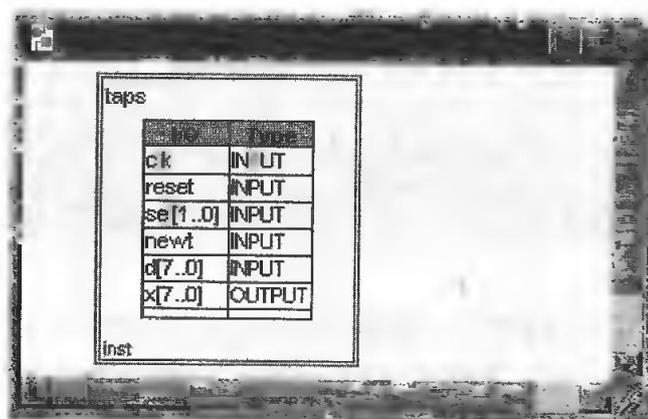

Рис. 3.13
13. Во всплывающем меню выберите команду **AutoFit**. Эта команда устанавливает размер рамки блока taps по таблице портов входа/выхода, чтобы вся информация о блоке была хорошо видна (рис. 3.13).